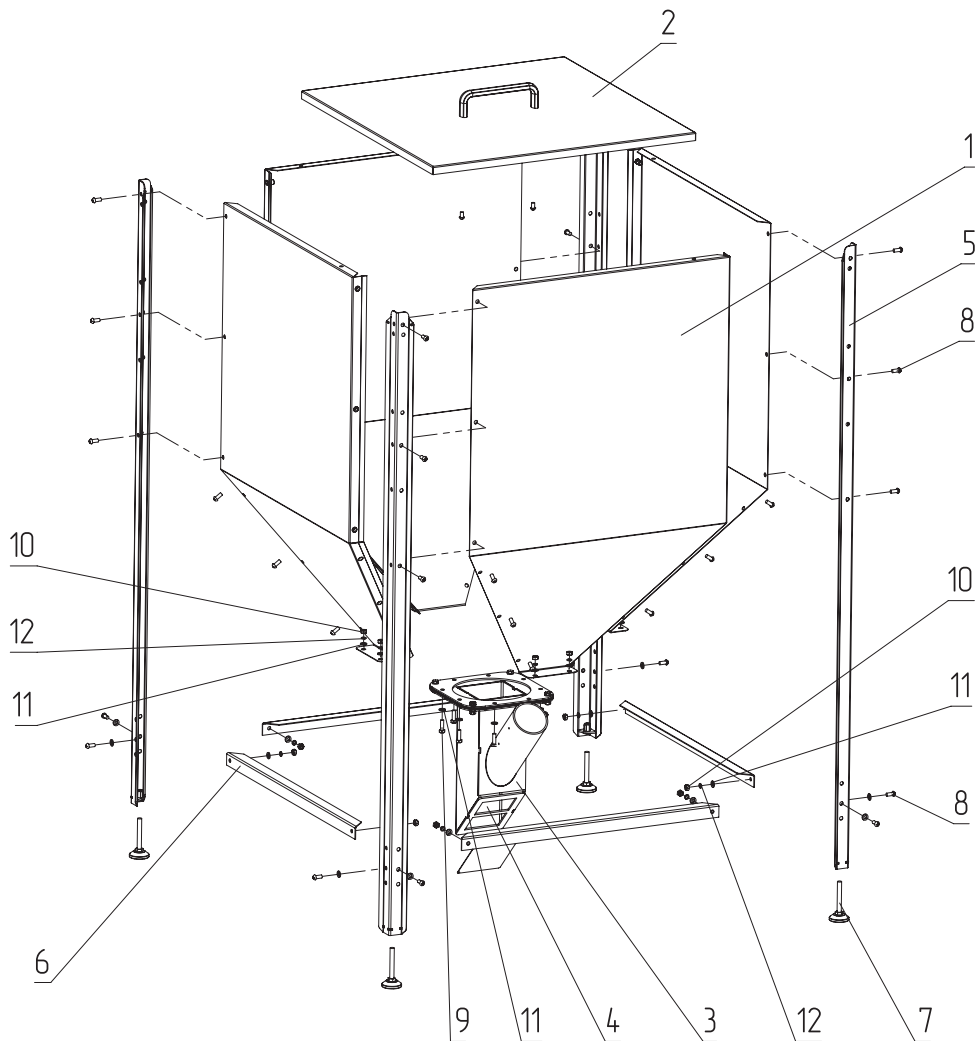

Рис. 9 Порядок сборки топливного бункера
- Скрепите четыре стенки бункера (**Рис. 9, поз. 1**) и ножки бункера (**Рис. 9, поз. 5**) друг с другом с помощью винтов (**Рис. 9, поз. 8**);
- Прикрутите приемную горловину (**Рис. 9, поз. 3**) к бункеру в следующей последовательности:
1. Болт (**Рис. 9, поз. 9**);
2. Шайба (**Рис. 9, поз. 11**);
4. Шайба (**Рис. 9, поз. 11**);
5. Пружинная шайба (**Рис. 9, поз. 12**);
6. Гайка (**Рис. 9, поз. 10**);
- Скрепите ножки бункера поперечными перекладинами (**Рис. 9, поз. 6**) между собой в следующей последовательности: винт (**Рис. 9, поз. 8**), шайба (**Рис. 9, поз. 11**), ножка бункера, поперечная перекладина (**Рис. 9, поз. 6**), шайба (**Рис. 9, поз. 11**), пружинная шайба (**Рис. 9, поз. 12**), гайка (**Рис. 9, поз. 10**).
- Вкрутите регулировочные болты ножек (**Рис. 9, поз. 7**) и переверните топливный бункер, установив его на ножки;
- Отрегулируйте длину каждой ножки с помощью регулировочных болтов (**Рис. 9, поз. 7**), чтобы бункер устойчиво стоял на поверхности в месте его установки;
- Установите люк прочистки (**Рис. 9, поз. 4**) и крышку бункера (**Рис. 9, поз. 2**) на место.